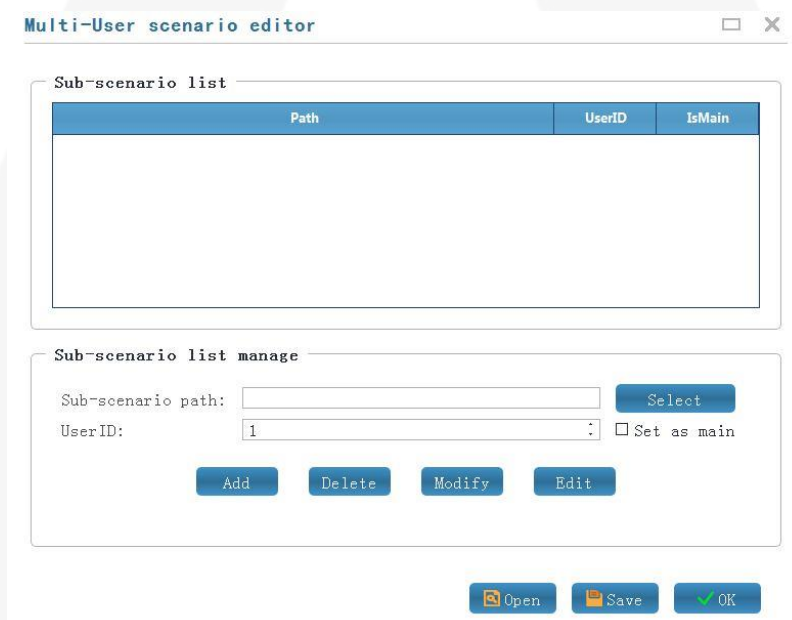

Рисунок 3-12 – Окно многопользовательского сценария
5. Многопользовательский сценарий: создание, выбор или редактирование файла сценария имитации для нескольких пользователей (Рисунок 3-12).